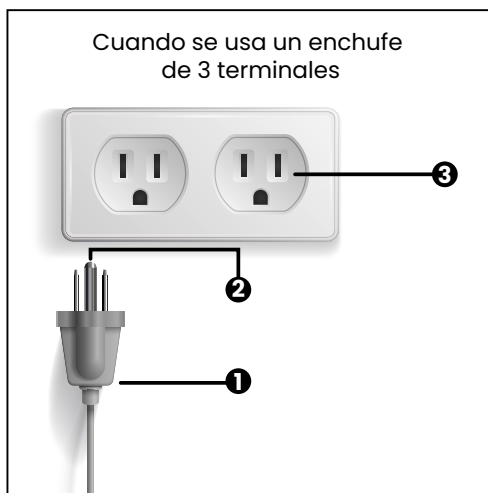

Figura 5
Instrucciones para la conexión a tierra. (Ver imagen de polo a tierra, figura 5)
- Si es necesario utilizar una extensión, utilice una con polo a tierra. **(Ver figura 5).**